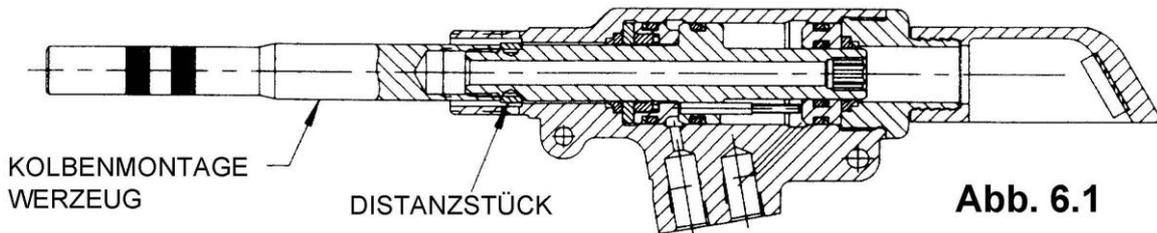

Abb. 6.1
Demontage von Zylinder und Kolben lt. Abb. 6.1 bis 6.4
1. Siehe *Abb.6.1*.